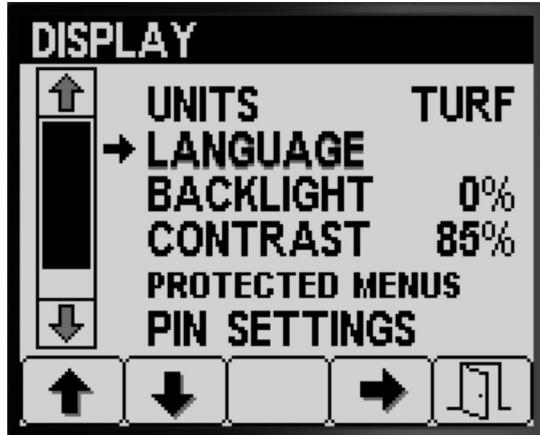

Figura 18
- Premete il pulsante 1 o 2 per navigare fino all'opzione LINGUA (Figura 18).
- Premete il pulsante 4 per selezionare la voce LINGUA (Figura 18).